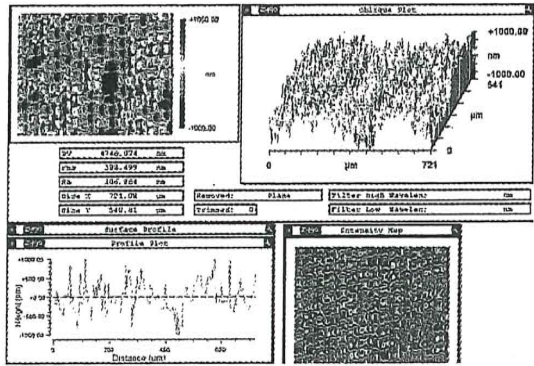

図3 切削加工後の表面粗さ
(2) 切削加工を表 1 の加工条件で行い、加工結果を表面粗さ測定器 (Zygo NewView) で測定した結果 (図 3) は、平均粗さ Ra 306.8 nm、最大粗さは PV 4747 nm であった。